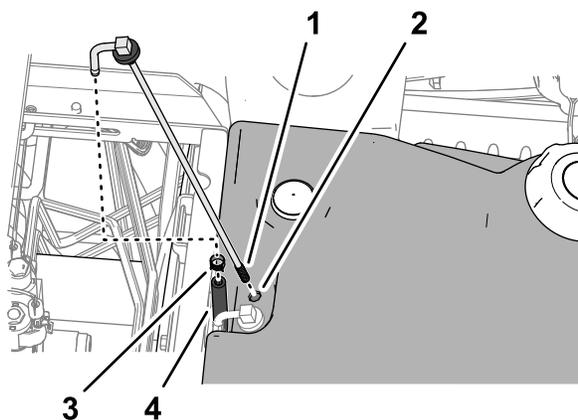

图 84
- 拆下将软管固定到燃油集油管 图 84 的软管夹。
- 清洁燃油集油管末端的滤网 图 84。